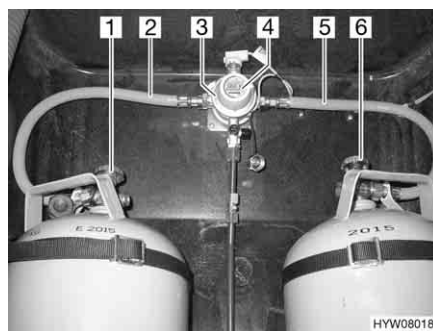
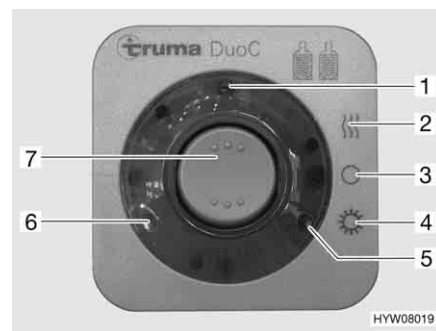

Fig. 63 Impianto di commutazione DuoControl
Fig. 64 Centralina di controllo
L'impianto di commutazione DuoControl è costituito da una valvola di commutazione (Fig. 63,3) e da una centralina di controllo (Fig. 64). La valvola di commutazione è installata tra i tubi del gas (Fig. 63,2 e 5). Con la manopola (Fig. 63,4) sulla valvola di commutazione è possibile stabilire, quale delle bombole del gas viene utilizzata come bombola in uso e quale bombola del gas viene utilizzata come bombola di riserva.
Sulla centralina di controllo (Fig. 64) possono venire azionate solo le funzioni elettriche. Le valvole principali di arresto delle bombole del gas (Fig. 63,1 e 6) devono essere aperti manualmente.
La valvola di commutazione garantisce una pressione del gas costante, indipendentemente da quale bombola provenga l'alimentazione del gas. Le due spie di controllo sulla centralina di controllo indicano il livello di riempimento della bombola in uso. Se è accesa la spia di controllo verde (Fig. 64,6), la bombola in uso è piena. Se è accesa la spia di controllo rossa (Fig. 64,5), la bombola in uso è vuota. Il rifornimento di gas avviene poi tramite la bombola di riserva.
- Aprire le valvole principali di arresto delle bombole del gas (Fig. 63,1 e 6).
- Con la manopola (Fig. 63,4) sulla valvola di commutazione (Fig. 63,3) selezionare la bombola del gas, da cui proviene la principale alimentazione del gas (bombola in uso).
- Sulla centralina di controllo (Fig. 64) attivare l'impianto di commutazione DuoControl.
Posizionare l'interruttore a bilico (Fig. 64,7) su funzionamento invernale "On e riscaldamento" (Fig. 64,2) oppure su funzionamento estivo "On" (Fig. 64,4). La valvola di commutazione è ora disareata. La spia di controllo gialla (Fig. 64,1) è accesa, se si seleziona la modalità di funzionamento invernale e l'impianto antighiaccio con regolatore è attivato.
- Portare l'interruttore a bilico (Fig. 64,7) in posizione "O" (Fig. 64,3). La spia gialla di controllo (Fig. 64,1) si spegne.
- Chiudere le valvole principali di arresto delle bombole del gas (Fig. 63,1 e 6).
Le spie di controllo sulla centralina di controllo (Fig. 64,5 e 6) segnalano all'interno del veicolo, se la bombola in uso è pronta al funzionamento.
Se la spia di controllo verde (Fig. 64,6) si spegne durante il funzionamento e la spia di controllo rossa (Fig. 64,5) si accende, significa che la bombola del gas selezionata come bombola in uso è vuota e deve essere sostituita. La bombola di riserva continua ad alimentare le utenze a gas.